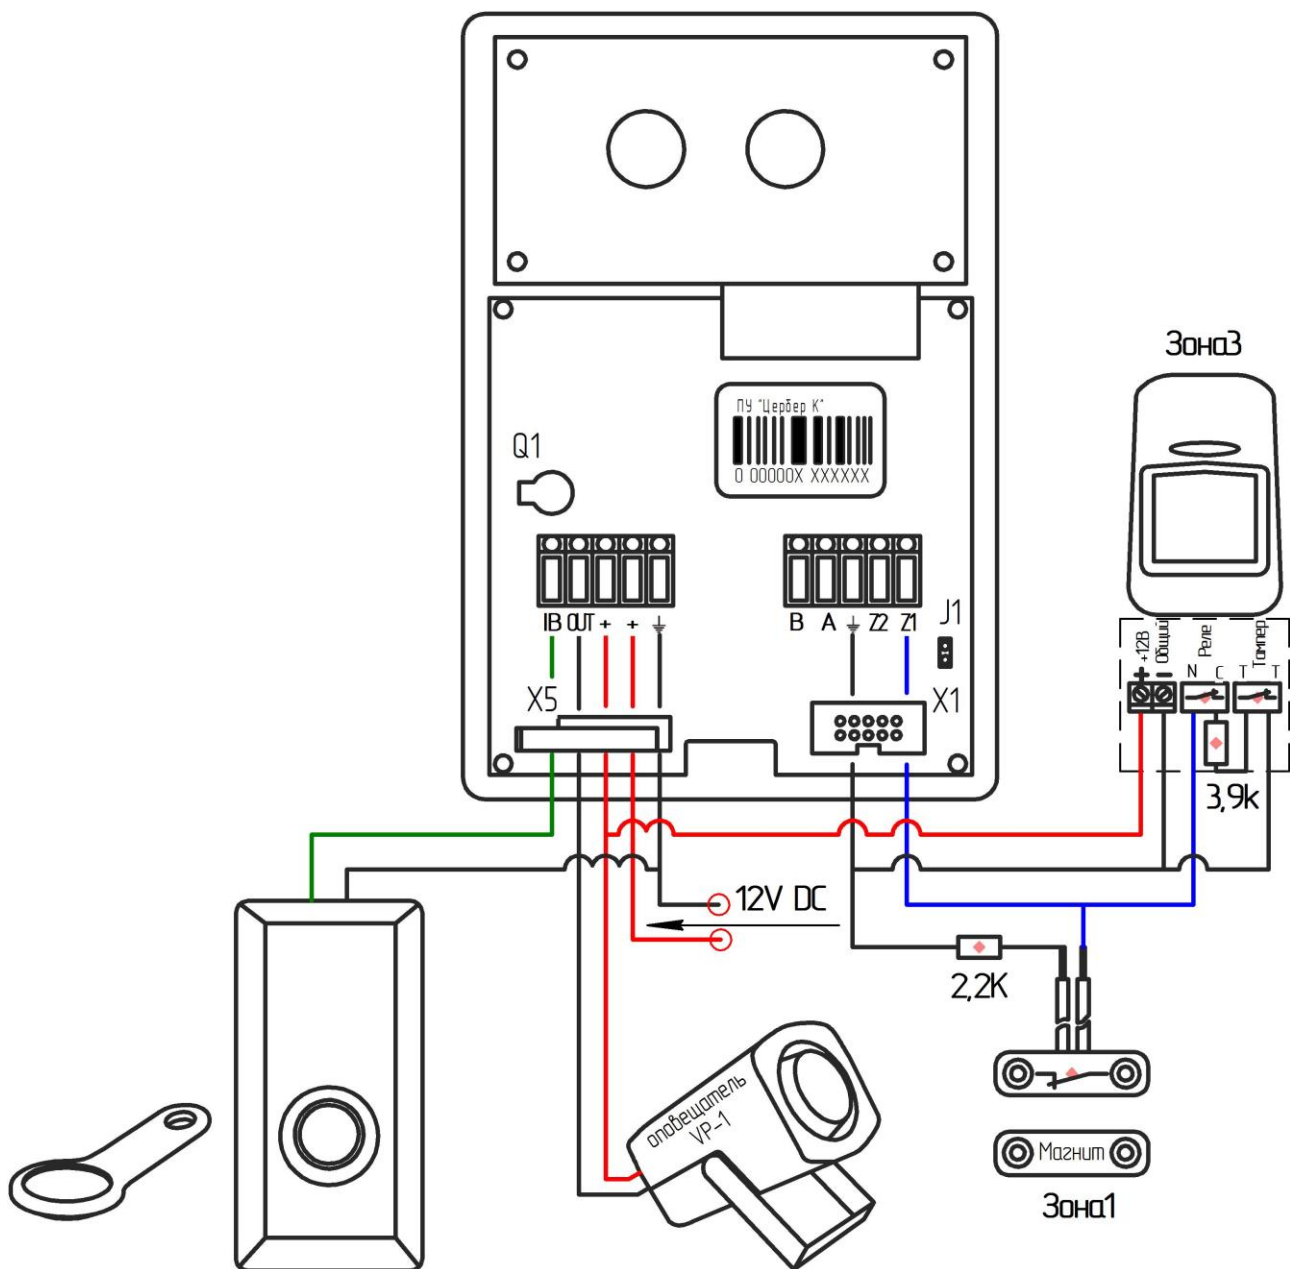

Рисунок 2. Обратная сторона клавиатуры.
5. Клеммы клавиатуры (рисунок 2):